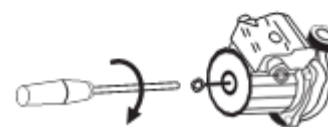

Рис. 2-5
3. При продолжительном простое котла до начала его использования, необходимо производить проверку вращения вала циркуляционного насоса (Рис.2.5).